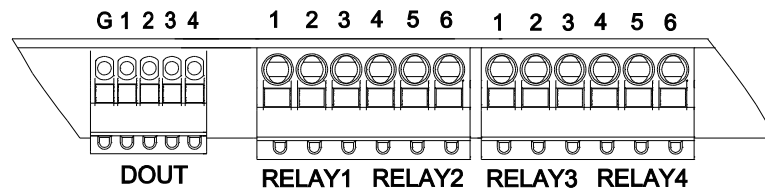

Рисунок 9 – Контакты разъемов "DOUT", "RELAY1"–"RELAY4"
- подключение одного модуля УВВ непосредственно к контроллеру (рисунок 9);